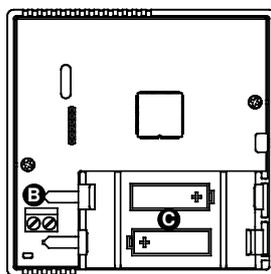
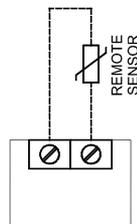

Fig. 6
Fig. 7
**4** - Inserire correttamente le batterie (rispettando la corretta polarità) nel vano batterie (C di Fig. 6), non usare pile scariche, usare pile alcaline.
- Eseguire il collegamento elettrico dell'eventuale sonda remota utilizzando il connettore 'REMOTE SENSOR' (B di Fig. 6), seguendo lo schema di collegamento di Fig. 7; quindi impostare correttamente il parametro P10. Leggere il paragrafo 'CONFIGURAZIONE INSTALLATORE'.